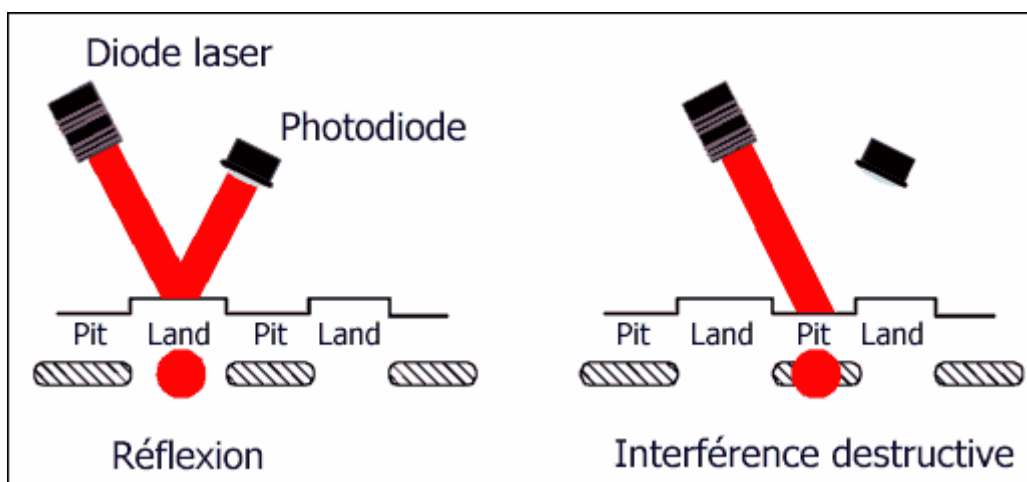

Fig. III.29 : lecture d'un CD-ROM
- ▶ Lors de la lecture d'un pit, on peut noter sur Fig. III.29 que le rayon laser est réfléchi en partie par la surface du disque et en partie par le fond du pit. En fait, la moitié de l'énergie lumineuse est réfléchi par la surface du disque. La lumière réfléchi par le fond du pit parcourt une distance supérieure à la distance parcourue par la lumière réfléchi par la surface. L'écart entre les deux trajets correspond exactement à la moitié de la longueur d'onde du rayon Laser utilisé. Dans ces conditions, un phénomène physique appelé **interférence destructive** se produit. Les deux rayons lumineux s'annulent car ils sont en opposition de phase. Aucune lumière n'est réfléchi, la photodiode ne capte pas d'information lumineuse, et délivre un signal nul ou quasiment nul. On notera aussi qu'au niveau du pit, le rayon est défocalisé et une partie de la lumière est dispersée et ne sera de toute façon pas arrivée sur le photodétecteur.